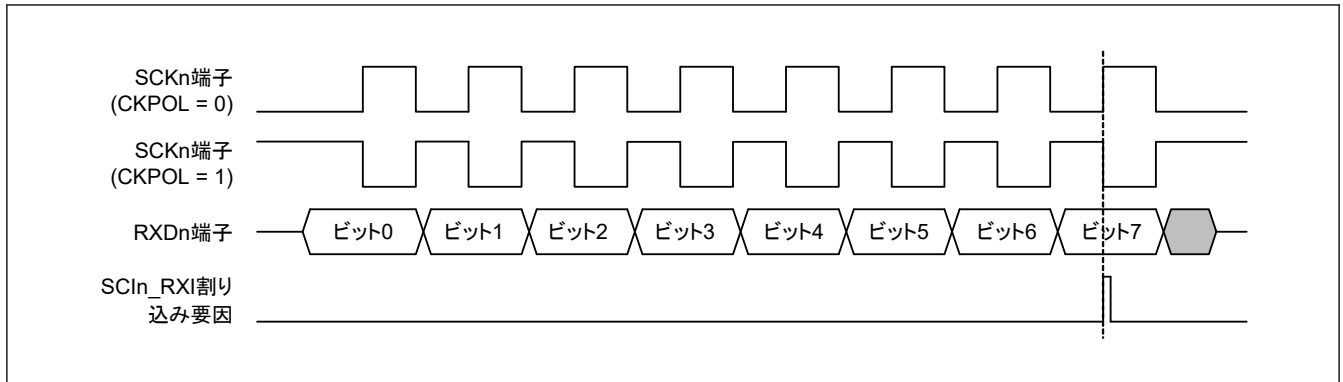

図 25.78 簡易 SPI モードにおける SCIIn_RXI 割り込みの発生タイミング (クロック遅れあり)
- クロック遅れあり (SPMR.CKPH ビット = 1) では、図 25.78 に示すように、SCKn 端子の最終クロックエッジ手前のクロックエッジで受信データフル割り込み (SCIn_RXI) が発生します。SCR レジスタの TE ビットと RE ビットを SCKn 端子の最終クロックエッジより前に 0 にすると、SCKn 端子出力がハイインピーダンスとなり、送受信クロックの最後のクロックパルス幅が短くなります。また、SCIn_RXI 割り込みの発生によって、SCKn 端子の最終クロックエッジより前に接続先スレーブの SSn 端子入力信号が High になった場合、スレーブが誤動作する可能性があります。